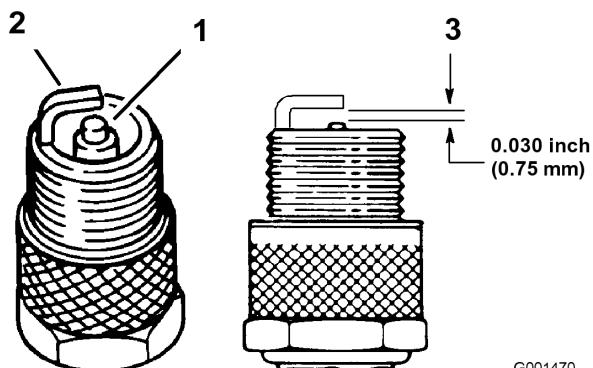

Figure 26
- Examinez le centre des bougies (Figure 26). Si le bec de l'isolateur est recouvert d'un léger dépôt gris ou brun, le moteur fonctionne correctement. S'il est couvert d'un dépôt noir, c'est généralement signe que le filtre à air est encrassé.
- Contrôlez l'écartement entre l'électrode centrale et l'électrode latérale (Figure 26). Courbez l'électrode latérale (Figure 26) si l'écartement est incorrect.
- Connectez les bougies (Figure 26).